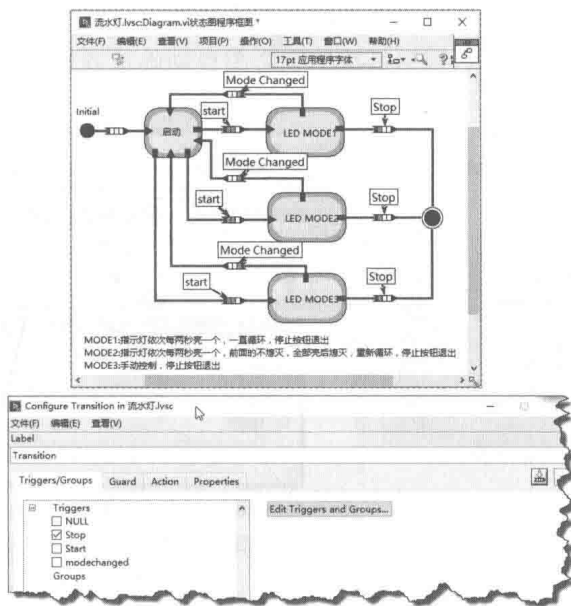
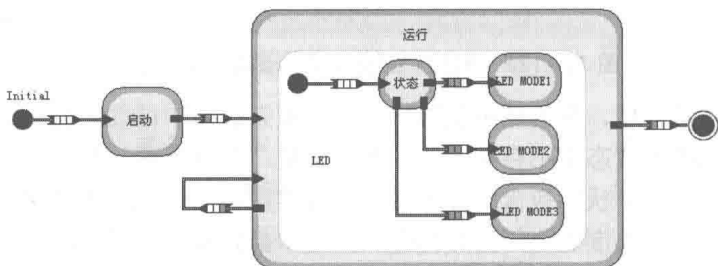
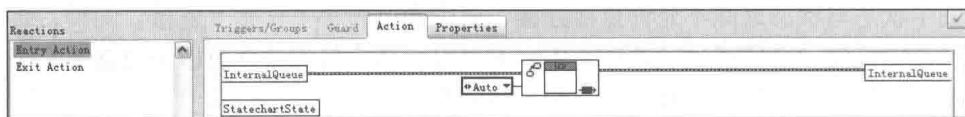

图 12-110 指示灯状态图
图 12-124 利用区域简化指示灯状态图
图 12-125 内部触发
step 1 首先创建状态图，将其配置为异步方式，如图 12-110 所示。
下面利用区域对图 12-110 所示指示灯状态图进一步简化，并利用空状态的自动触发转移到另外的状态。如图 12-124 所示，这里状态图中的状态是空状态。它们不执行任何操作，目的是输出多个转移条件。因此，执行到空状态时，需要自动触发，转移到相应的状态中。这里定义了一个新的触发源 Auto，当进入空状态后，可以通过内部触发队列，自动转移到下一个状态中，如图 12-125 所示。